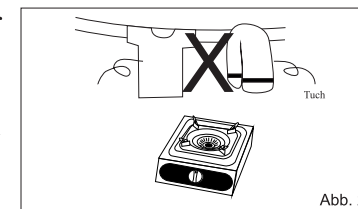

Abb. 2
• Benutzen Sie das Gerät nur für Kochen. Das Gerät ist nicht für Trocknen von Tüchern, Kleider usw. geeignet. (Abb.2)